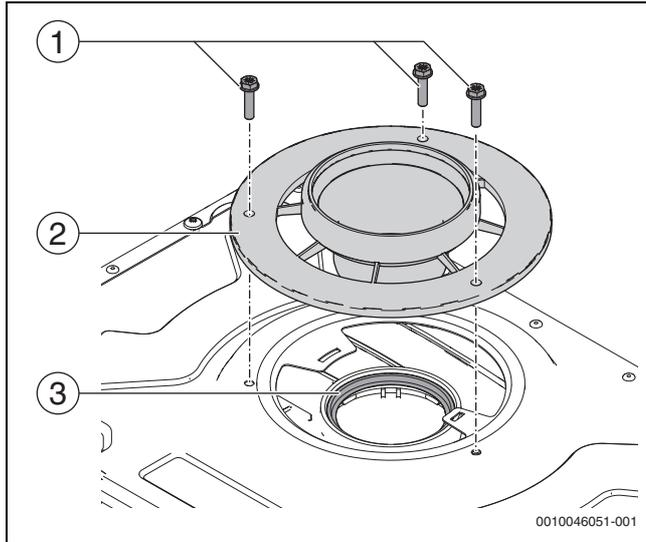

Fig. 130 Desmontar el adaptador de tubos de gas de escape y el set de tubos de escape
- ▶ Ubicar el set y el adaptador de tubo de gases de escape (→ fig. 130, [2]) en la placa superior.
- ▶ Apretar tres tornillos (Pozi o hexagonal) (→ fig. 130, [1]). No apretar demasiado los tornillos.